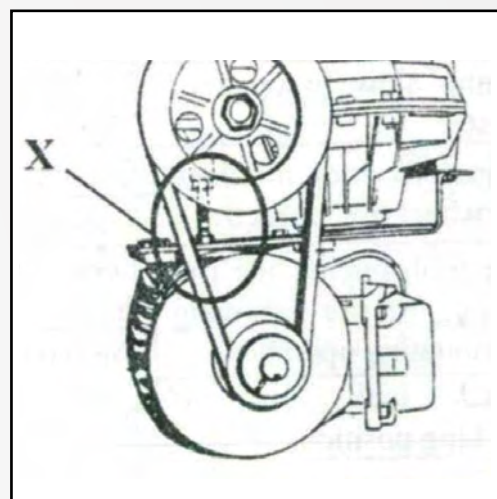

Рисунок 25
- С помощью специального регулировочного болта X отрегулируйте натяжение приводного ремня (рисунок 25).